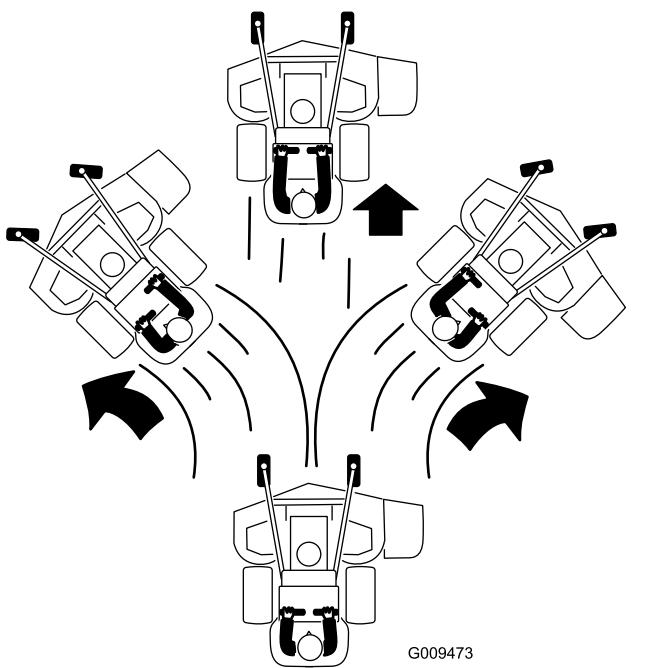

Figure 21
- 3. Poussez les leviers de commande de déplacement lentement en avant (Figure 21).